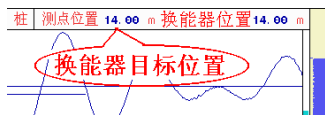

图 5.18 换能器放置目标位置
2) 将换能器放到换能器目标位置区所指示的测点位置，如图 5.18